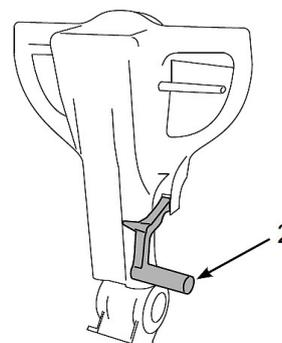

Abb. 16: Absenken der Saugleiste
Schritt 1: Senken Sie die Saugleiste mithilfe des Hebels (Pos. 2, Abb. 16) ab. (Nur für SSM 351 B und 351 B C)